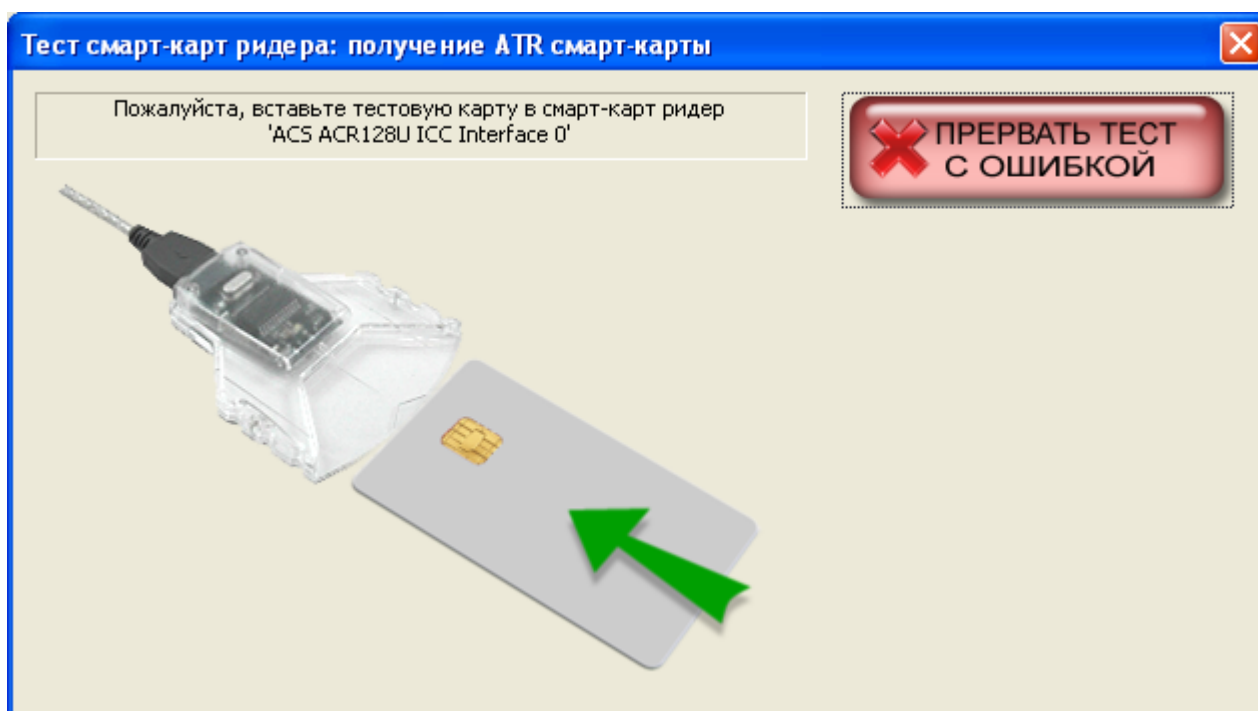

Рисунок 3.59 – Тест контактного интерфейса смарт-карт ридера ACR 128U/1281U-C1
2. Если задано выполнение тестирования контактного интерфейса ридера, то выводится запрос на поднесение бесконтактной карты к ридеру (**Рисунок 3.59**). В журнал выводятся считанные данные ATR с карты.